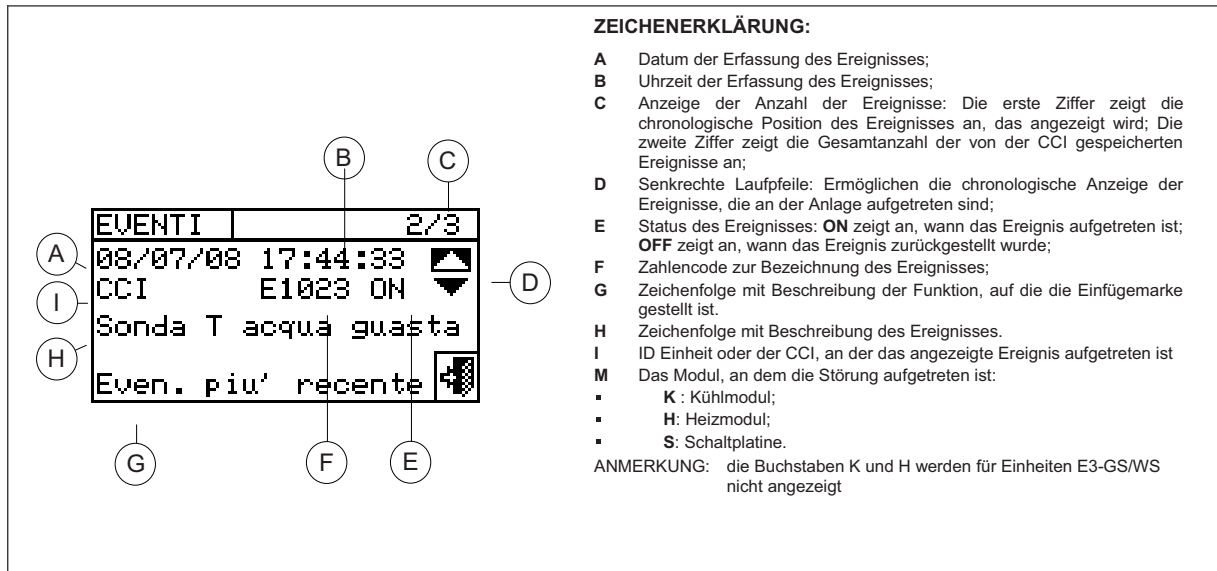

Abbildung 10 – BILDSCHIRMBEISPIEL FÜR DAS MENÜ EREIGNISHISTORIE
- 4 - Die Einfügemarke auf die senkrechten Laufpfeile stellen (siehe Detail „D“ in Abbildung 10), um die Ereignisse vom jüngsten bis zum ältesten zu durchlaufen.